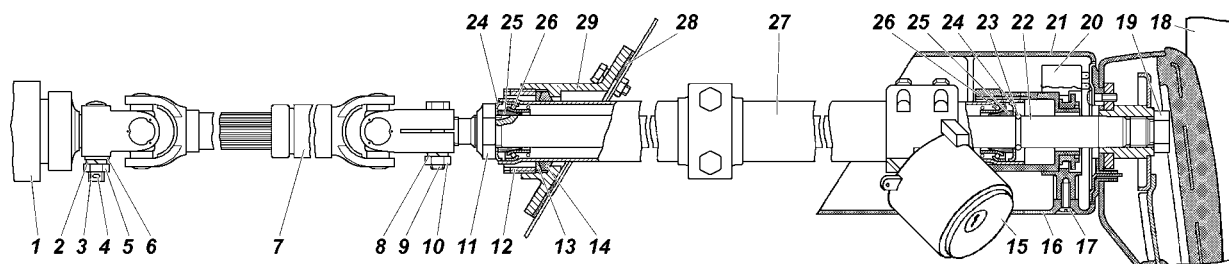

Рис. 12.7. Рулевая колонка:
1. Отверните гайку 10 (рис. 12.7) и извлеките болт 9 крепления верхнего шарнира к валу рулевой колонки.
2. Отверните пять винтов крепления нижнего кожуха 16 (см. рис. 12.7) рулевой колонки и снимите нижний и верхний кожухи.